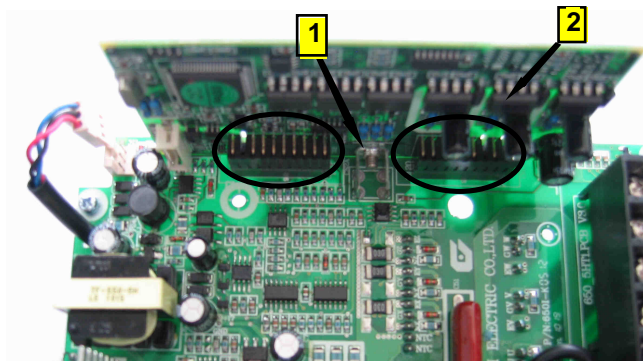

Рис. 6.9
6.5.2. Отвернуть винт 1, демонтировать плату драйверов 2 (рис. 6.9) и положить ее в тару.
7.3.1. Установить плату драйверов 2 совместив ответные части разъемов на плате драйверов (обведены) и на плате модуля IGBT (рис.6.9)
7.3.2. Вкрутить в отверстия платы 2 винт 1 (рис. 6.9).